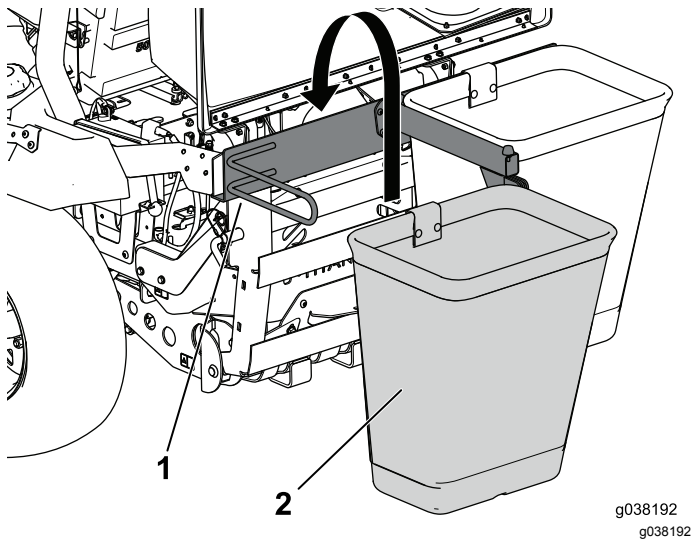

Figura 19
1. Agganciate il cesto al telaio del sistema di raccolta (Figura 19).